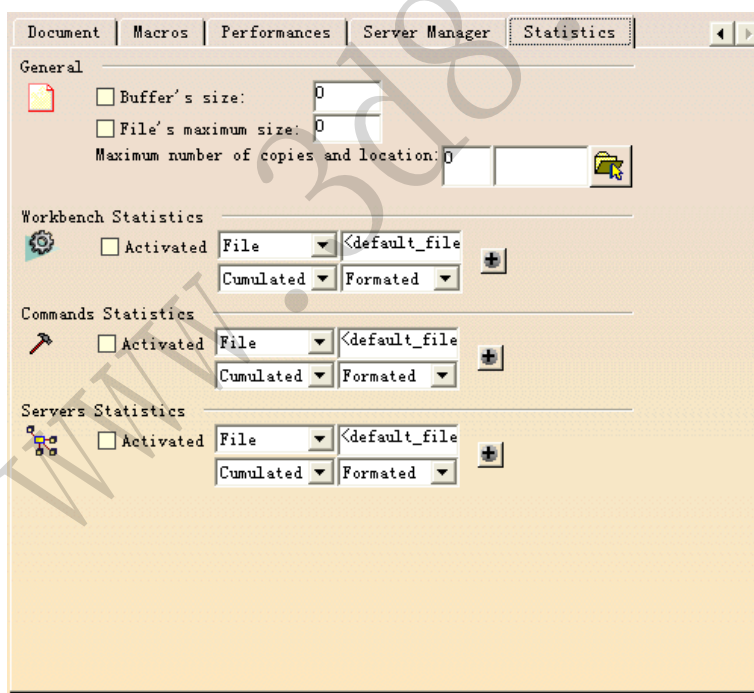

图 1-12 Statistics 选项卡
(8) Statistics 选项卡中显示各种统计信息，如图 1-12 所示。